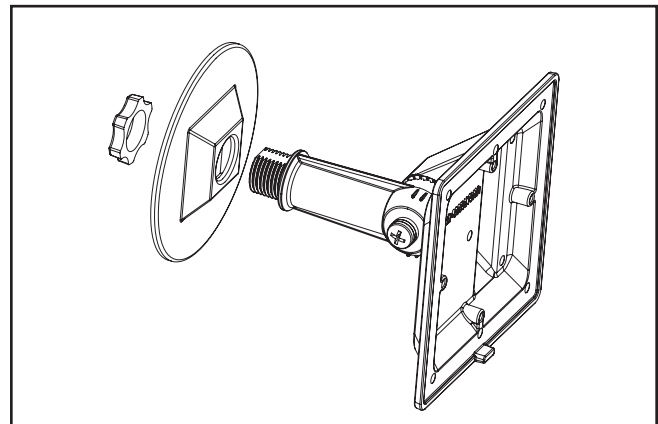

Figure 1.
1. Desserrez la vis de pivot de la charnière. Ajustez la position de la tige de la charnière. Reserrez. (Figure 1.)
2. Passez les fils de sortie par le couvre-joint de 1,3 cm (0,5 po) de diamètre (non fourni). Scellez les filets de la charnière avec un joint d'étanchéité (non fourni). Fixez le couvre-joint à la charnière avec l'écrou de blocage (5,6 à 6,8 Nm [50 à 60 po-lb]). Faites les branchements dans une boîte de jonction pouvant être utilisée à l'extérieur. Installez le couvre-joint sur la boîte de jonction. (Figure 1.)